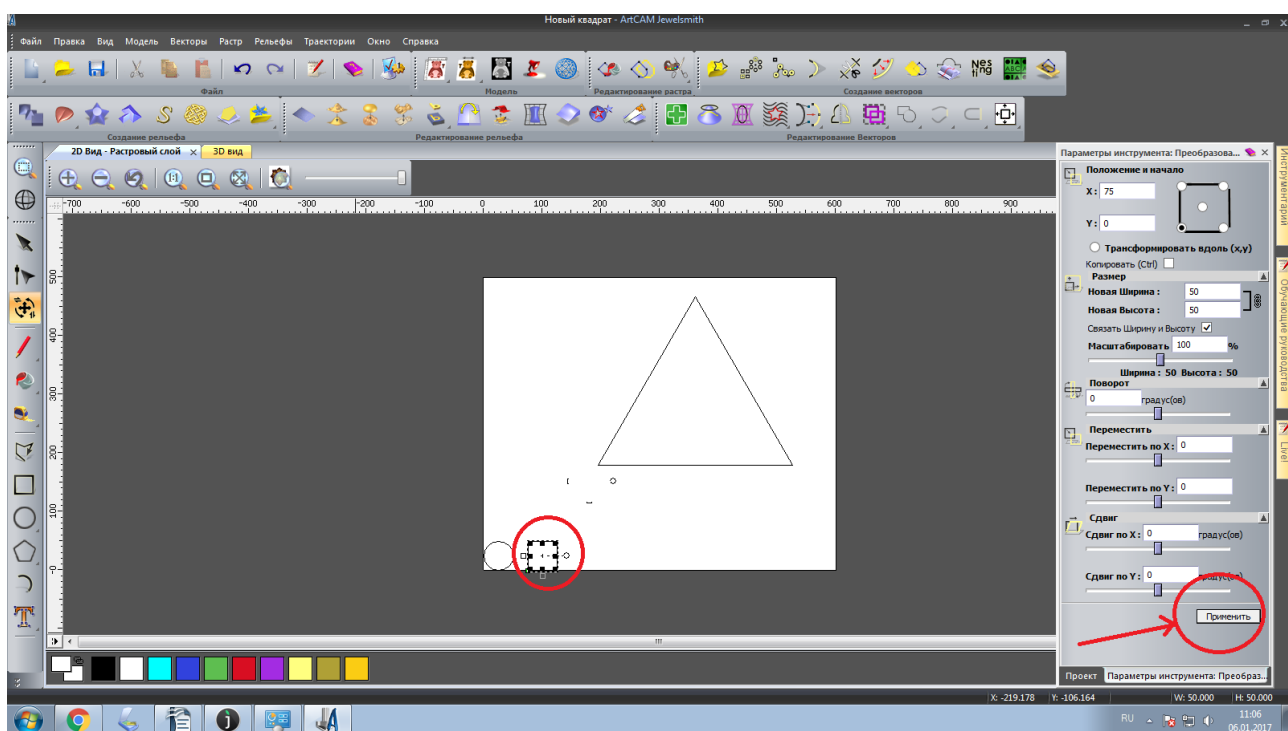

Рисунок 25. Квадрат поменял положение
26. Нажмите кнопку «Применить», чтобы квадрат изменил и сохранил новое положение, рисунок 25